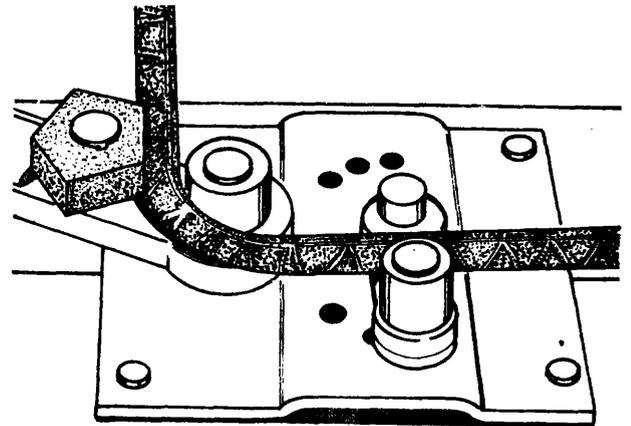

Fig. 7
- 6º paso *Continúe halando la palanca hacia usted*, hasta formar un ángulo igual a una de las esquinas del banco (fig. 7).